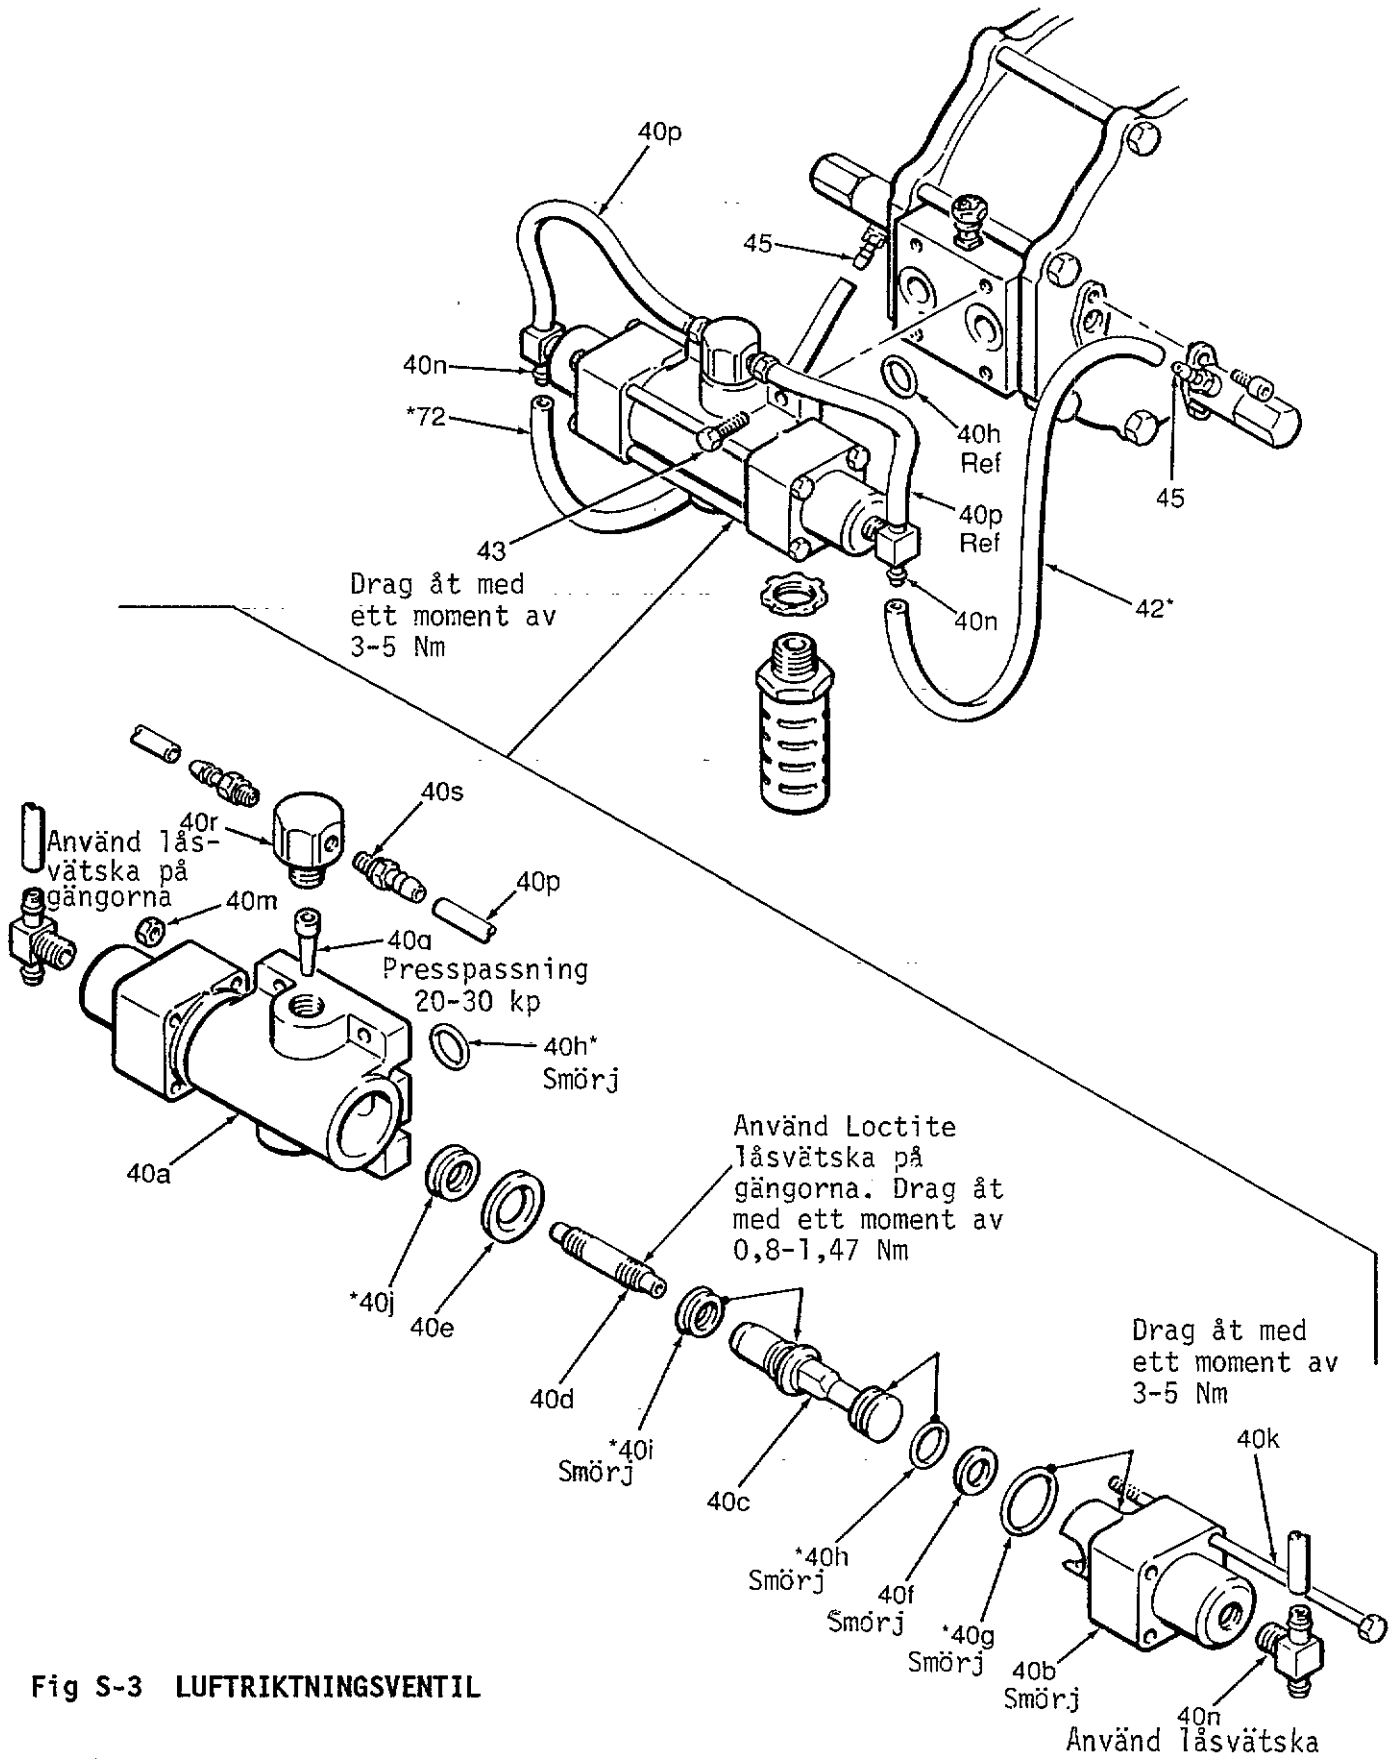

Fig S-3 LUFTRIKTNINGSVENTIL
5. Om luftfiltret (40q) behöver rengöras eller bytas så skall filterhuset (40r) skruvas bort, för att filtret skall kunna avlägsnas. För att rengöras skall filterhuset och filtret läggas i lösningsmedel tills de är rena. Blås dem torra med tryckluft under lågt tryck. Pressa tillbaka filtret i filterhuset. Se fig S-3. Använd gängtätmedel på filterhusets gängor och skruva fast den i ventilhuset (40a)
9. Montera luftriktningventilen på pumpen med de fyra skruvarna (43). Drag åt dem parvis med ett moment av 3-5Nm
10. Anslut de nya slangarna (72\*, 42\*, 40p\*) till slangsocklarna (5h) på styrventilen, T-kopplingarna (40n) och slangkopplingarna (40s) som visas i Fig S-3.